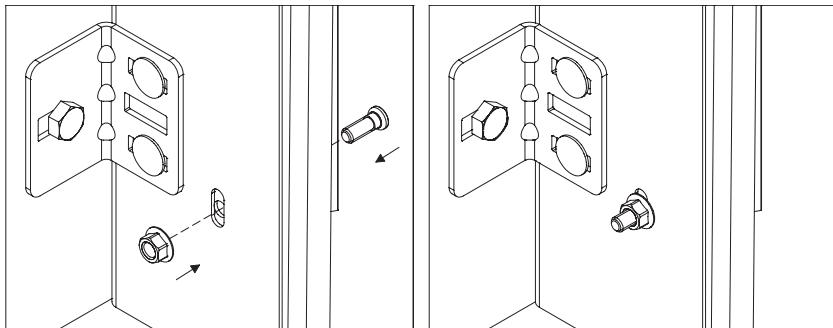

Рис. 12
- 9) установить пресс-болты, заводя их изнутри опорной стойки (рис. 12). Установить и затянуть гайки ключом.